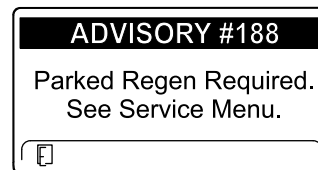

Figure 52
- ADVISORY #188 (avis n° 188), demande de régénération en stationnement, affiché (Figure 52)